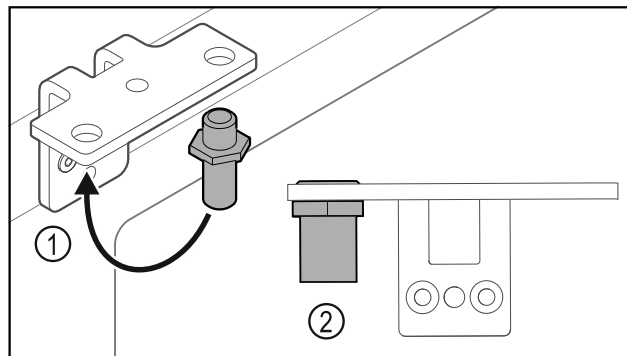

Fig. 24
- Flyt bolten Fig. 24 (1) i hængselvinklen.
- Spænd bolten Fig. 24 (2) med et drejemoment på 12 Nm.